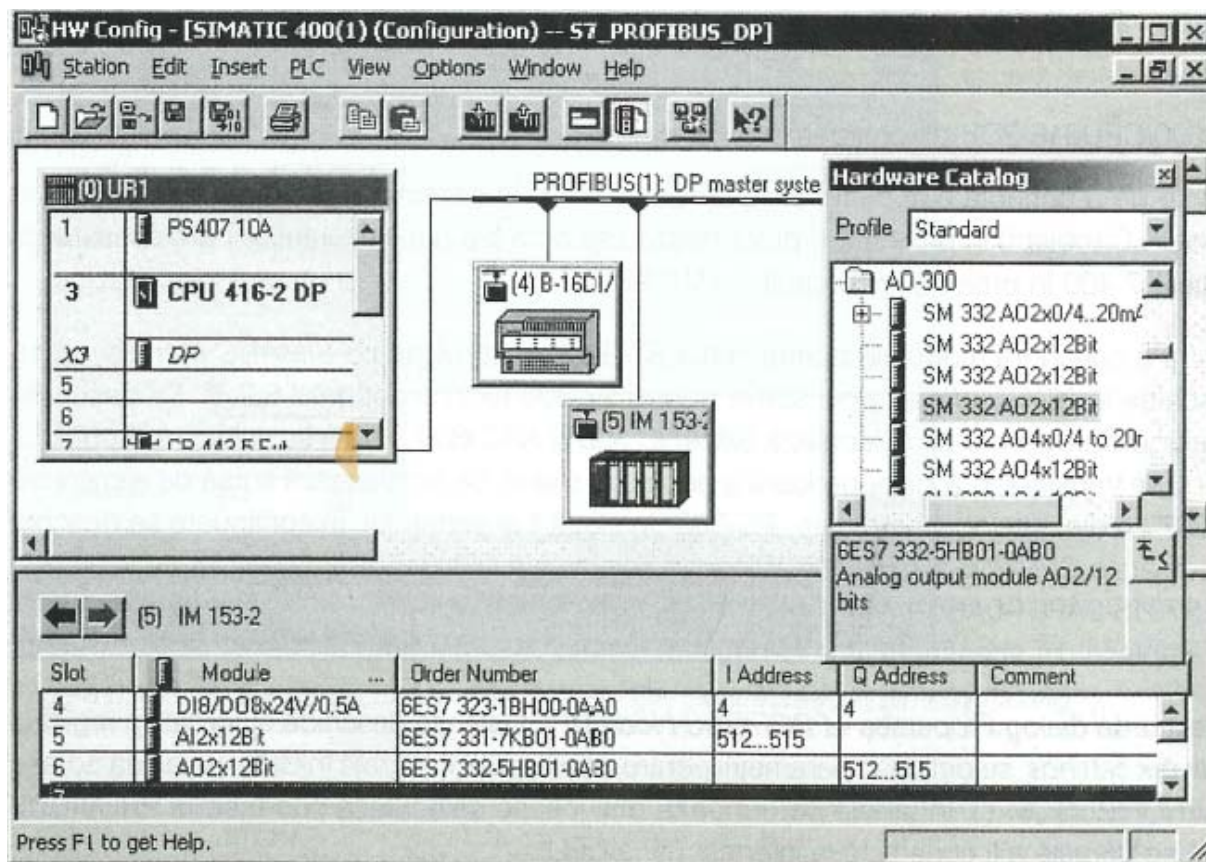

Figura 5.15 – Ecranul HW Config cu imaginea de detaliu a stației ET 200M
- modulul de ieșiri analogice *SM 332 AO2 x 12 bit*, pe slotul 6 (vezi figura 5.15).